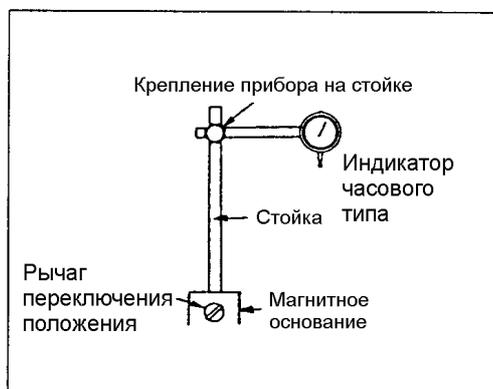

Рис. 3.
- (3) Индикатор часового типа, закрепленный на магнитном основании, используется для измерения осевого зазора коленчатого вала (рис. 3.).